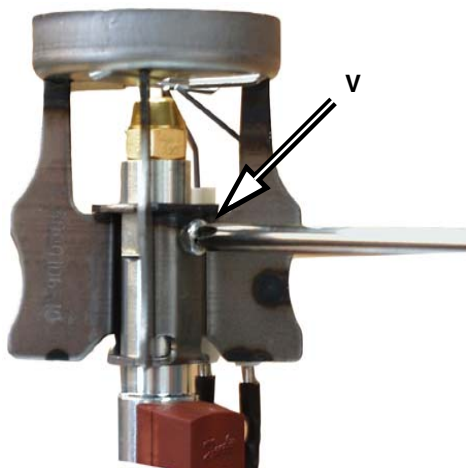
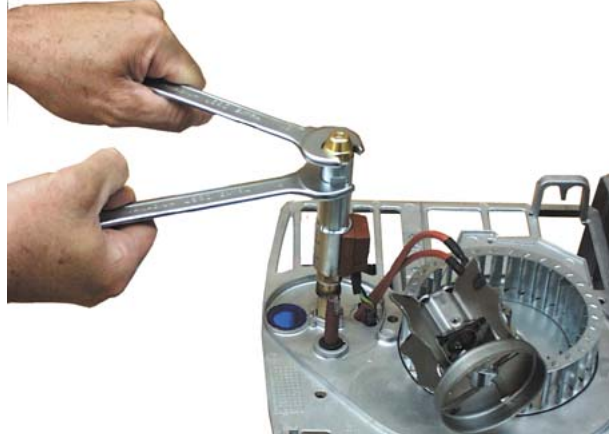

Fig. 15
Fig. 16
- Control de electrodos de encendido y relativos aislantes en cerámica, limpieza, eventual ajuste y, si fuera necesario, sustitución (ver Fig. 16).
- Destornillar el tornillo V que fija la cabeza de combustión y remover la cabeza del portainyector (Fig. 15 - Fig. 16).
- Volver a montar la cabeza de combustión respetando la cuota A relevada anteriormente, recordando de fijar el tornillo V (Fig. 15).